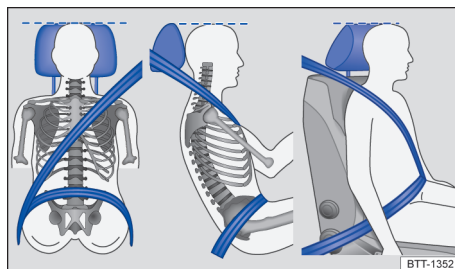

Fig. 29 Posición correcta de la banda del cinturón y ajuste correcto del apoyacabezas.
- Dejar el cinturón de seguridad siempre plano y sin la banda torcida sobre el cuerpo. De ser necesario, estirar un poco la banda del cinturón de seguridad → fig. 29.